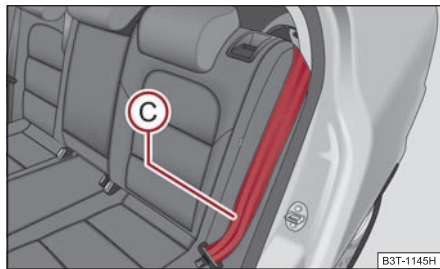

Fig. 85 Bloquear el respaldo de asiento
- Coloque el cinturón de seguridad lateral trasero (C) detrás del borde del revestimiento lateral ⇒ fig. 85.